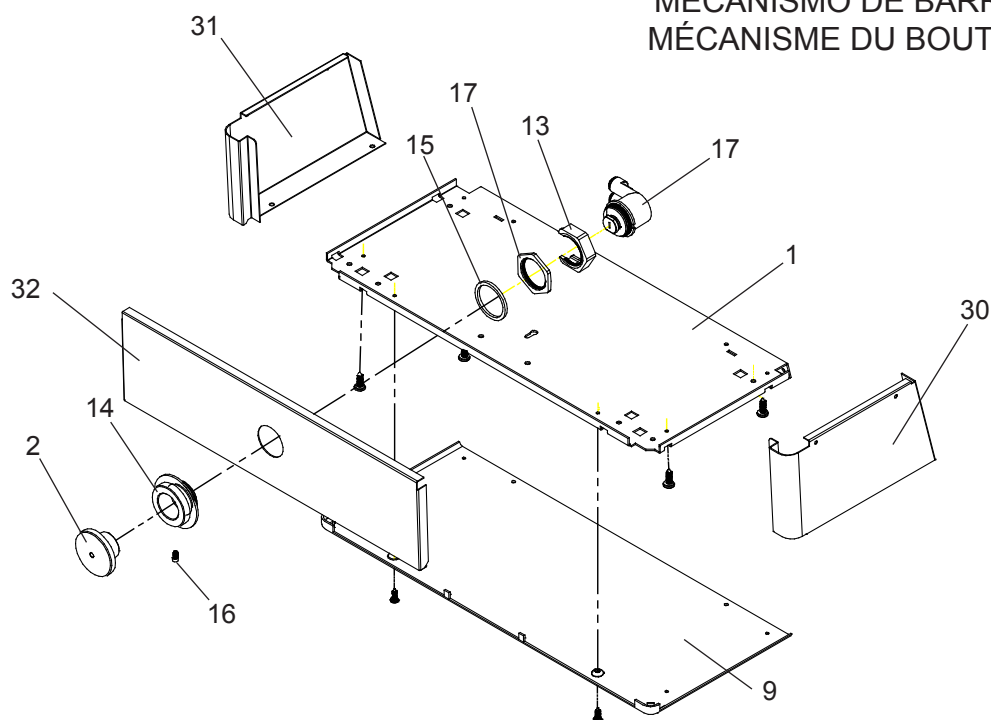

Fig. 4
- 4) Hang the cooler on the hanger bracket. Be certain the hanger bracket is engaged properly in the slots on the cooler back as shown in Fig. 4.
- 5) Loosen the two (2) screws holding the lower front panel at the bottom of cooler base and two (2) screws at the top. Remove the front panel and set aside.
- 4) Installez le refroidisseur sur les supports en vous assurant que ceux-ci sont bien installés dans les fentes à l'arrière du refroidisseur tel qu'indiqué à la figure 4.
- 5) Dégagez les deux (2) vis retenant le panneau inférieur avant au bas de la base du refroidisseur ainsi que deux (2) vis sur le dessus. Retirez le panneau avant et mettez-le de côté.